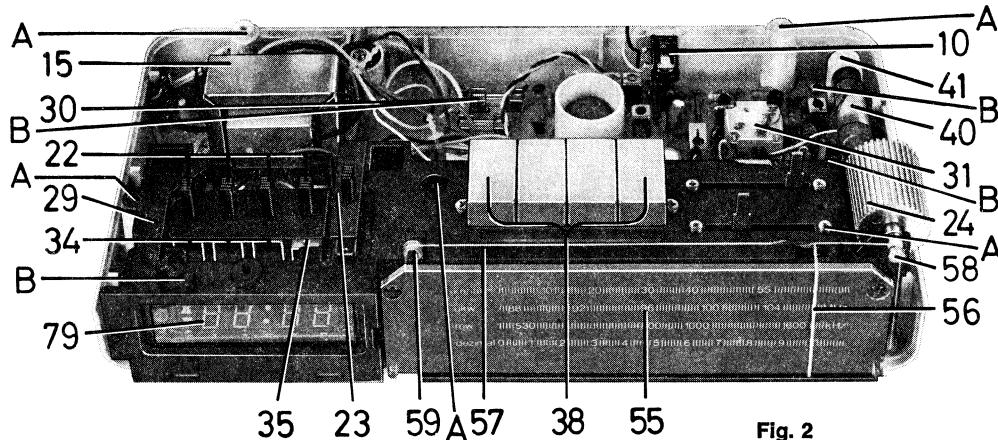

Fig. 2
- 1.2 Die 4 Bodenschrauben „A“ entfernen (Fig. 2).
- 1.5 Die 4 Chassissschrauben „B“ entfernen (Fig. 2).
- 1.2 Remove the 4 bottom screws "A" (fig. 2).
- 1.5 Remove the 4 chassis screws "B" (fig. 2).